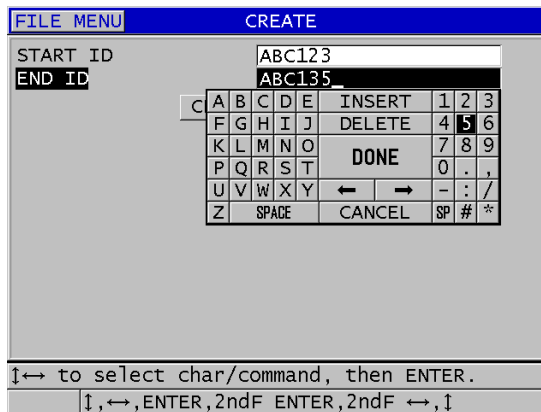

Figura 11-5 Selecionar a extensão do ID para arquivo de tipo sequencial
3. Na segunda página da tela **CRIAR** (veja Figura 11-5 na página 196):